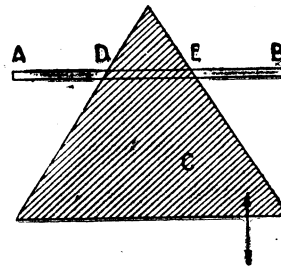

Figure 19
**3° Cache triangulaire.** — Soit AB une fente lumineuse (fig. 19) dont la projection optique donnera le spot destiné à impressionner la piste sonore. Plaçons dans le plan AB le cache triangulaire C qui masque la partie centrale de AB. Il est manifeste, que si C est animé d'un mouvement de va et vient dans le sens de la flèche, nous modulons les lignes lumineuses AD et BE et qu'il en résulte, sur le film, un enregistrement à piste centrale. On provoquera donc les mouvements de C au moyen de systèmes électromagnétiques ou électrodynamiques quelconques, attaqués par la sortie de l'amplificateur.